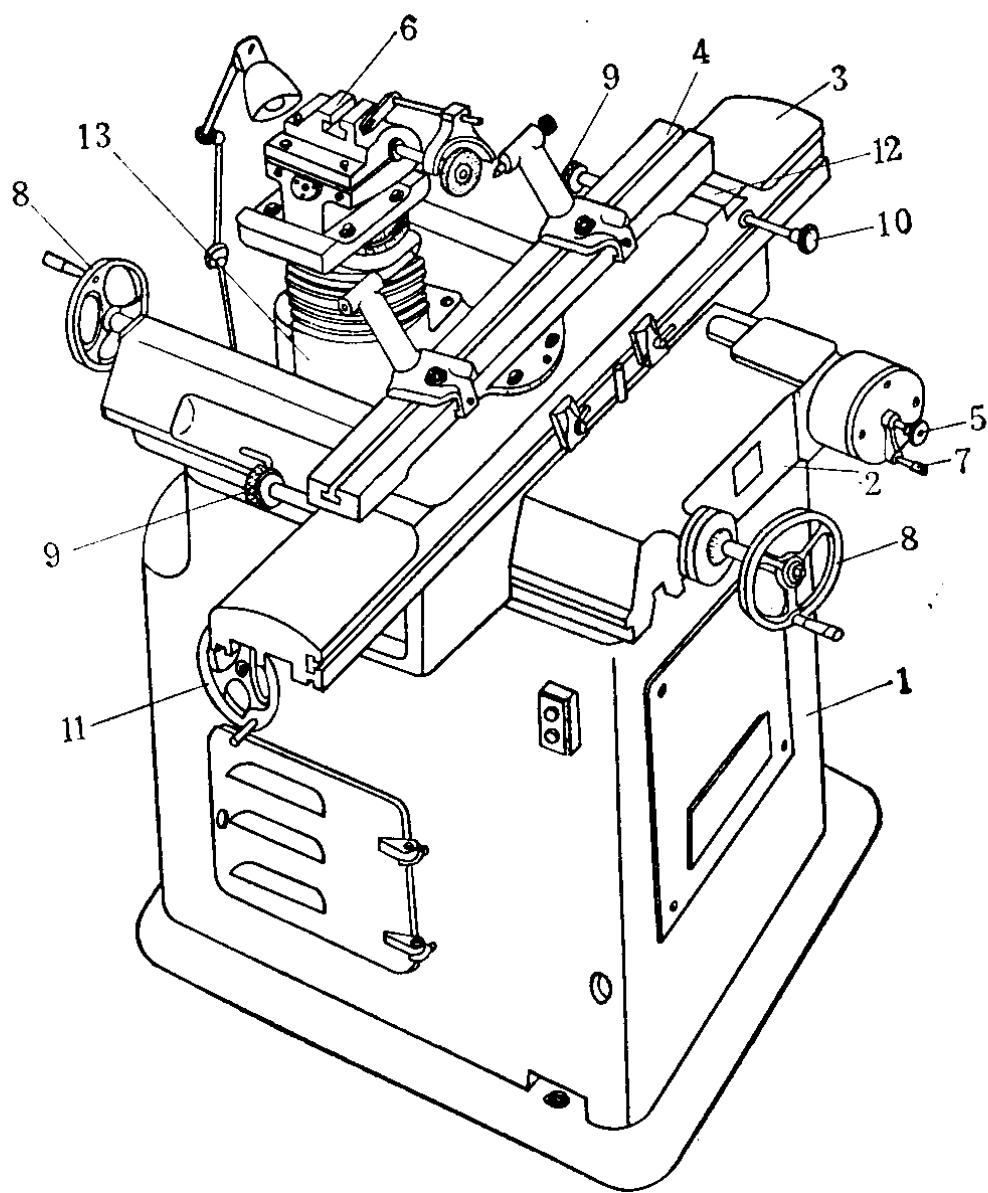

图 3 M6025 型万能工具磨床
(2) 工具磨床：用于磨削各种金属切削刀具的刃口，如车刀、铣刀、铰刀和滚刀等。图 3 为 M6025 型万能工具磨床。